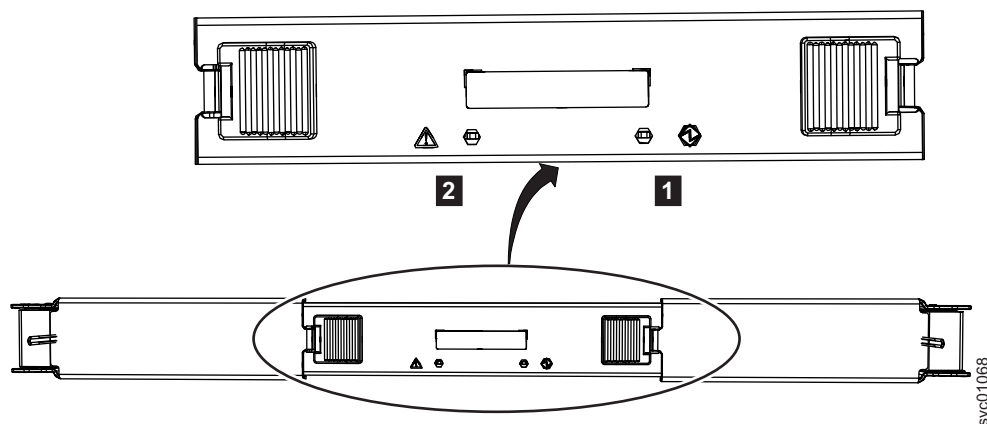

図 87. 2 次拡張モジュールの LED
2. 取り替える 2 次拡張機構モジュールを識別します。図 87 は、2 次拡張機構モジュールの上部にある LED を示しています。